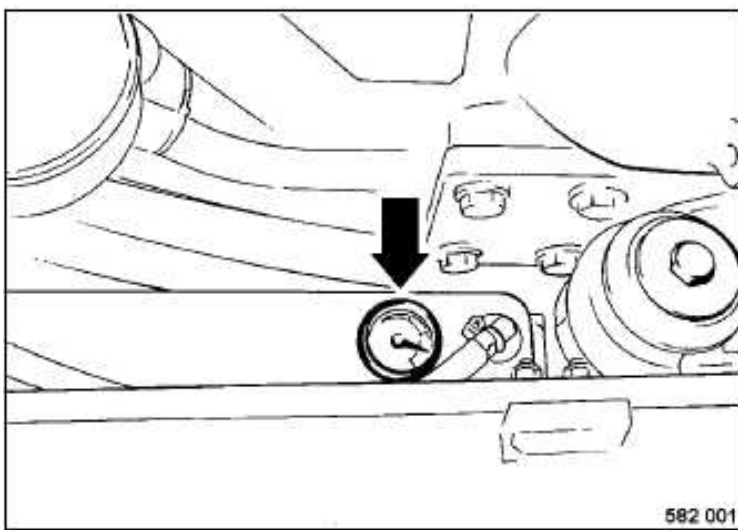

Fig. 96
- Comprobar el nivel del combustible en la indicación de nivel de combustible (Fig. 96).